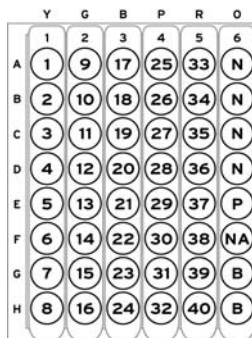

Figure 1
8. Ajouter 50 µl du contrôle approprié ou de l'échantillon dans les puits tel qu'indiqué à la figure 1. Ajouter le sérum de patient à tous les puits numérotés ainsi qu'aux puits NA.